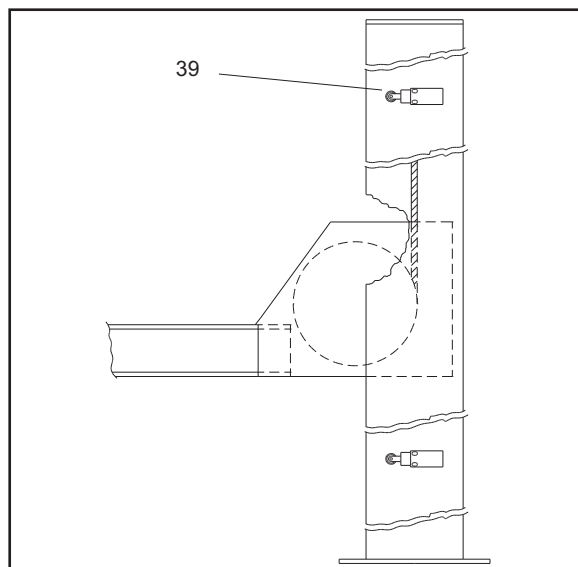

Fig. 56
Al termine della salita controllare il corretto funzionamento del fincorsa salita (pos.39, Fig.56) e se necessario effettuare la registrazione spostando la leva di scatto del microinterruttore.
A la fin de la montée, contrôler le fonctionnement correct du fin de course (rep. 39 - Fig. 56) et si nécessaire, effectuer le réglage en agissant sur le levier de déclenchement du micro.